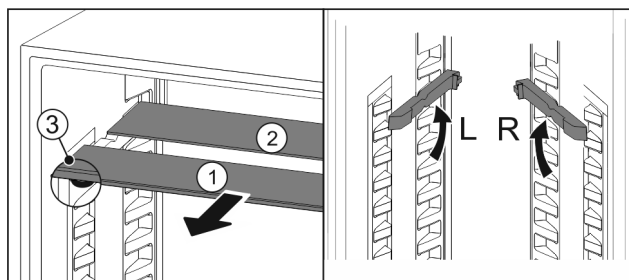

Fig. 21
- Skleněné desky jednotlivě vytáhněte dopředu Fig. 21 (1).
- ▷ Skleněná deska Fig. 21 (1) s ozdobnou lištou leží vpředu.
- ▷ Zarážky Fig. 21 (3) směřují dolů.